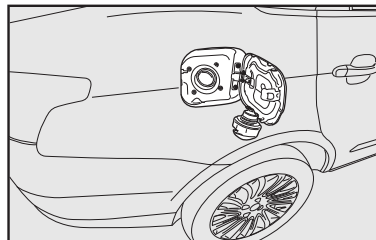

fig. 101
- após a retirada da tampa, encaixe-a no suporte existente na portinhola **fig. 101**.